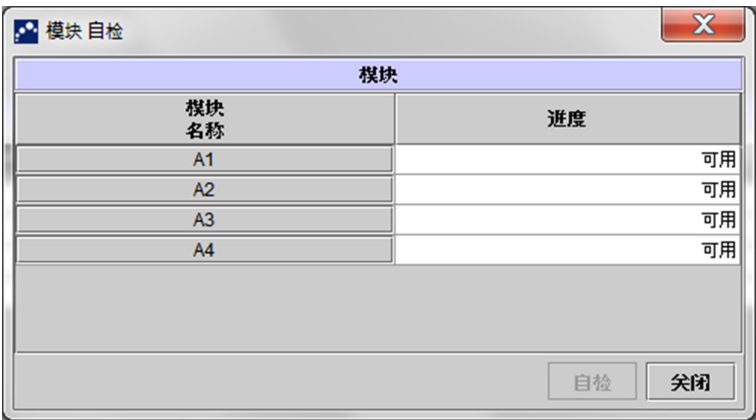

图 9-34. “模块自检 ” 对话框
- 3. 单击菜单栏上的**维护**，然后选择**执行自检**。此时会出现 “模块自检 ” 对话框。参见图 9-34。